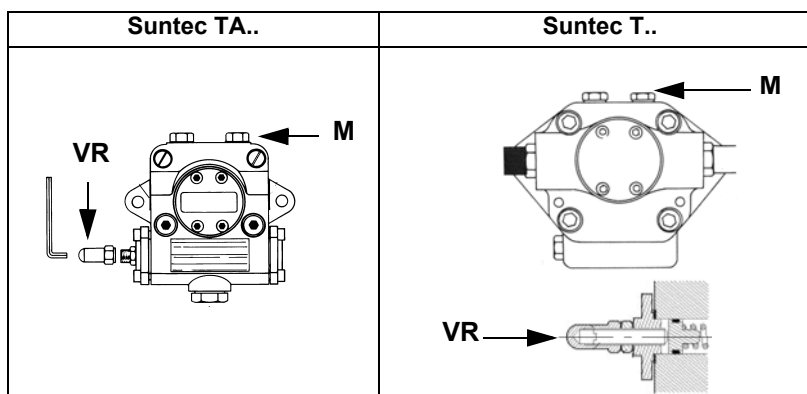
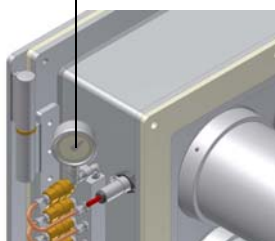

Рис. 8
Рис. 9
- 2 выпустить воздух со штуцера (**M**) манометра насоса (Рис. 8), расслабив слегка заглушку, но не снимая ее; затем отпустить контактор;
Давление питания форсунки уже отрегулировано заранее на заводе-изготовителе и не должно изменяться. Только в случае необходимости, отрегулировать давление питания (см. соответствующий параграф) следующим образом: установить манометр в положение, указанное на Рис. 9, воздействовать на регулировочный винт **VR** насоса (см. Рис. 8 и на стр 16) до получения на форсунке давления в 20 или 25 бар (форсунки Bergonzo или Fluidics/UNIGAS M3 - см. график на Рис. 7);